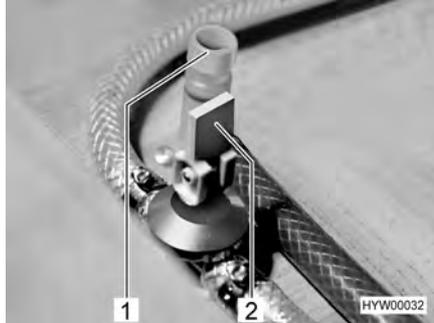

Fig. 133 Llaves de desagüe para la caldera Truma
- Cerrar todas las llaves de desagüe de la caldera. Para esto, poner el balancín (Fig. 133,2) en posición horizontal o bien girar la tapa (Fig. 133,1) en sentido de las agujas del reloj.
- Abrir todas las llaves de desagüe de la caldera. Para esto, poner el balancín (Fig. 133,2) en posición vertical o bien girar la tapa (Fig. 133,1) en sentido contrario a las agujas del reloj.